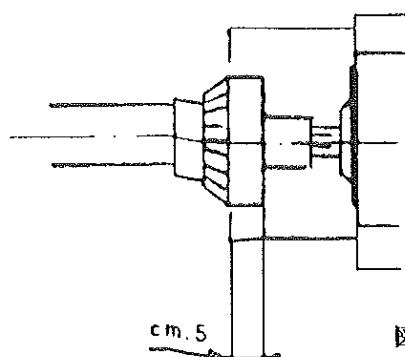

図10
- P T O シャフトの安全カバーとP T O シャフトの重なりは最低でも5 cmは取って下さい。(図10)